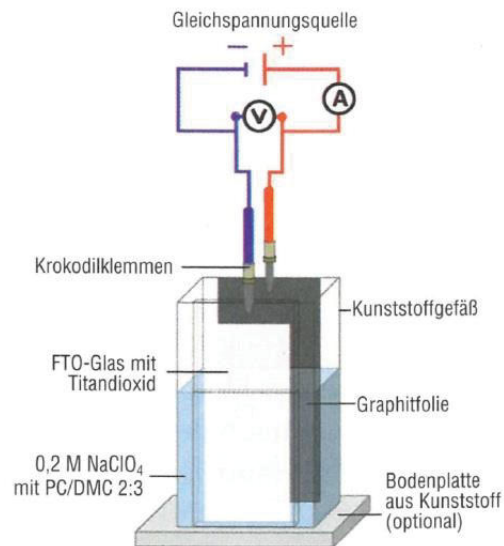

Abb. 23: Aufbau des Versuchs (De-)/Interkalation von  $\text{Na}^+$ -Ionen.6
- Schalten Sie parallel zu diesem Stromkreis ein Spannungsmessgerät (Abb. 23).